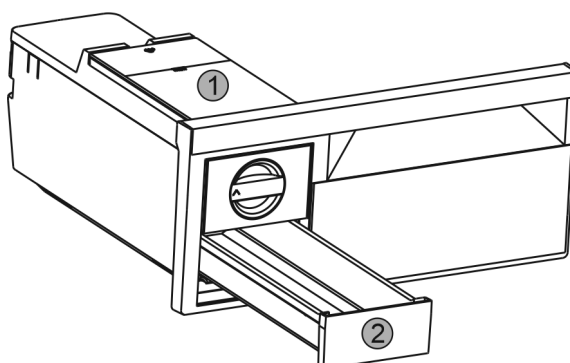

Fig. 55
- ▶ Wassertank Fig. 55 (1) und Eiswürfel-Schubfach Fig. 55 (2) entnehmen.